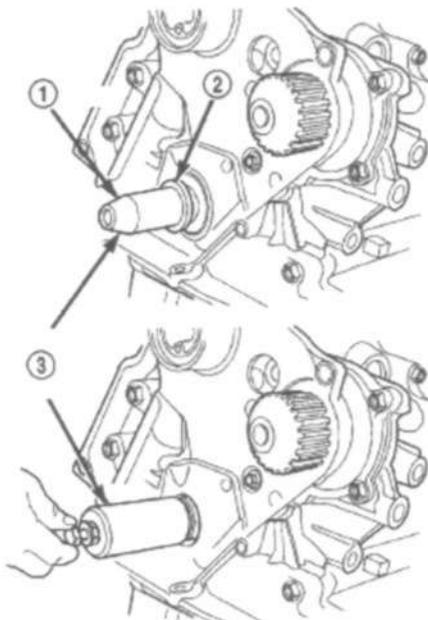

Рис. 54 Установка переднего уплотнения коленчатого вала
(1) Установить новое уплотнение при помощи спец. приспособления 6780 (Рис. 54).
(2) Поместить уплотнение в отверстие с уплотнительной пружиной внутри двигателя. Установить уплотнение так, чтобы оно было заподлицо с крышкой.